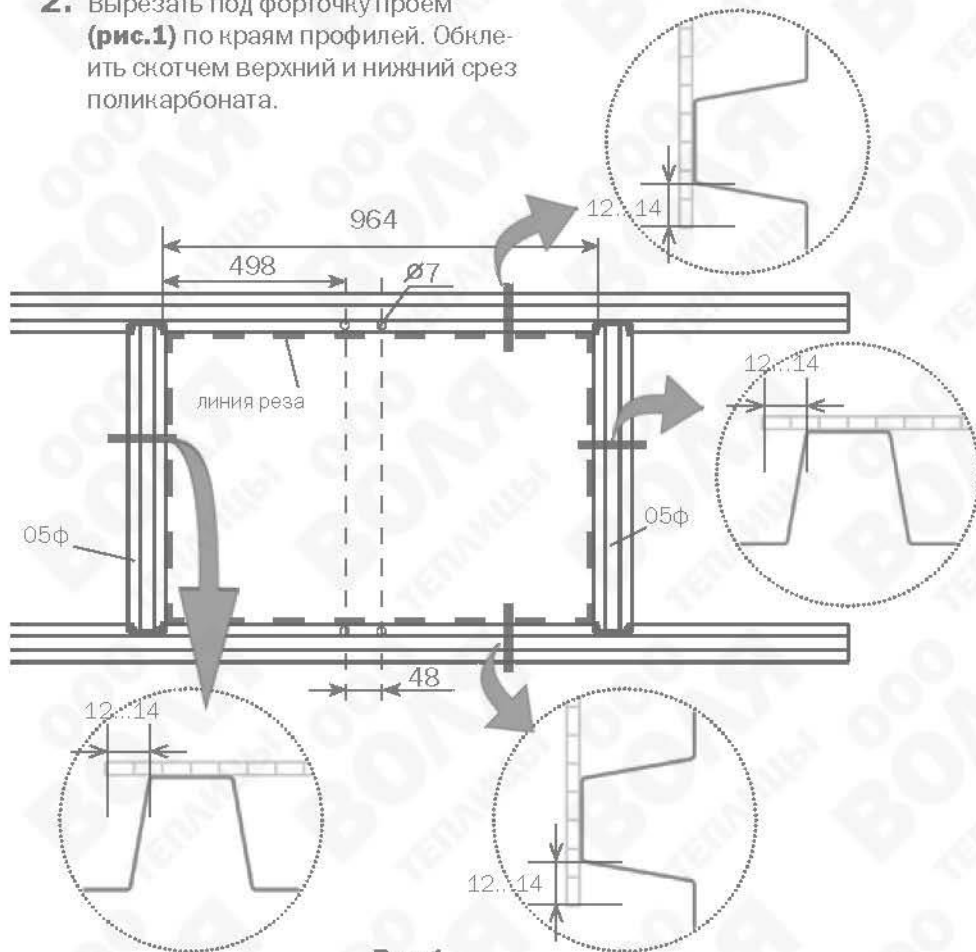

Рис.1
В выбранном месте установить две направляющие **05ф** (рис.1).
2. Вырезать под форточку проем (рис.1) по краям профилей. Обклеить скотчем верхний и нижний срез поликарбоната.
- Просверлить в прогонах 4 отверстия $\text{Ø}7$ (рис.1).